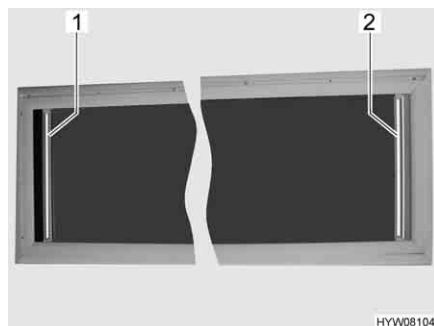

Fig. 49 Finestra apribile sul tetto
- Afferrare la tendina oscurante pieghevole (Fig. 49,2) per la parte centrale della barra di presa, estrarla e rilasciarla nella posizione desiderata. La tendina oscurante pieghevole rimane in questa posizione.
- Afferrare la tendina oscurante pieghevole (Fig. 49,2) per la parte centrale della barra di presa e spingerla lentamente nella posizione iniziale.
- Afferrare la protezione contro gli insetti (Fig. 49,1) per la parte centrale della barra di presa, estrarla e rilasciarla nella posizione desiderata. La protezione contro gli insetti rimane in questa posizione.